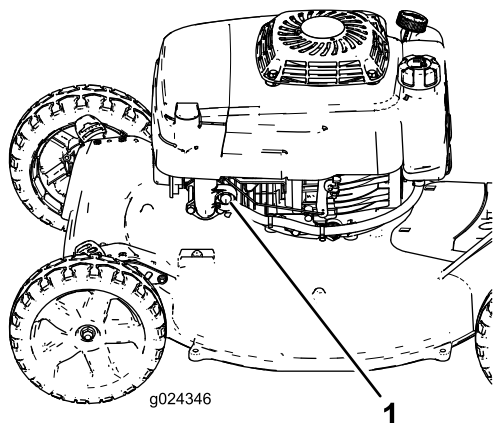

Figura 14
- Premete con decisione l'iniettore (Figura 14), tenendo la lampada dell'iniettore per 1 secondo.